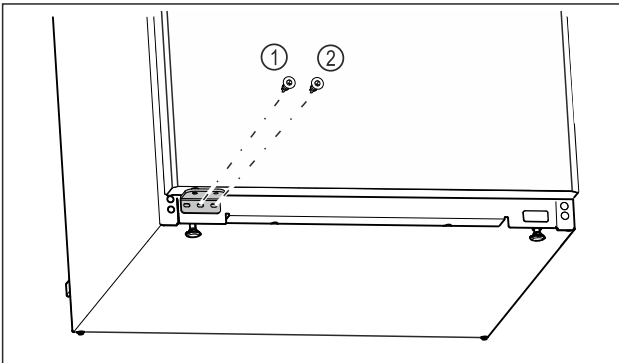

Fig. 22
- ▶ Затяните центральный винт опорного кронштейна Fig. 22 (1) отверткой Torx 20.
- ▶ Затяните внутренний винт опорного кронштейна Fig. 22 (2) отверткой Torx 20.